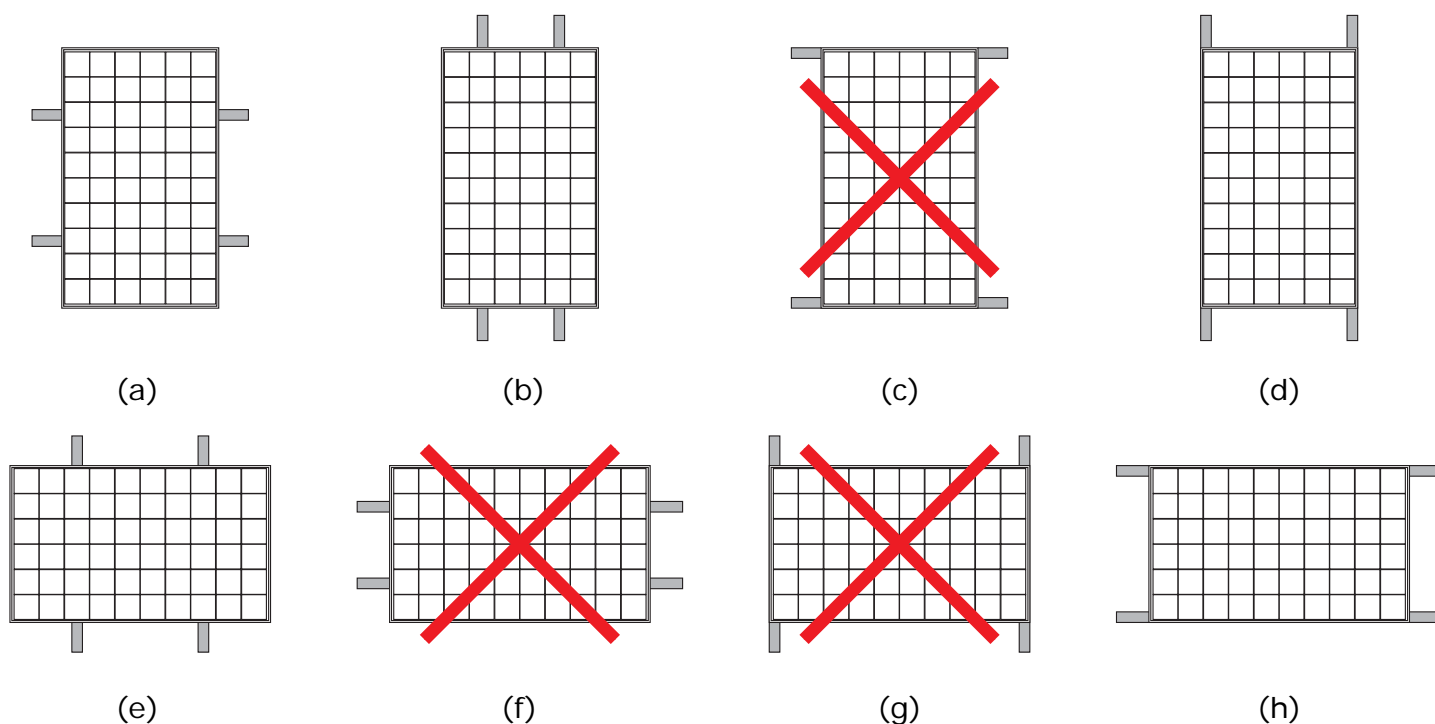

Fig.1
- In fig. 1 sono mostrate le configurazioni ammesse nel montaggio verticale od orizzontale del modulo FV. Nelle configurazioni (a) ed (e) la distanza tra i 2 assi deve essere tra gli 800 e i 1000 mm. La configurazione (h) è consigliata con i fori di fissaggio sul lato lungo
- In caso di fissaggio con fori, gli stessi non devono essere meno di 4 ed essere coerenti con le configurazioni mostrate in fig.1.